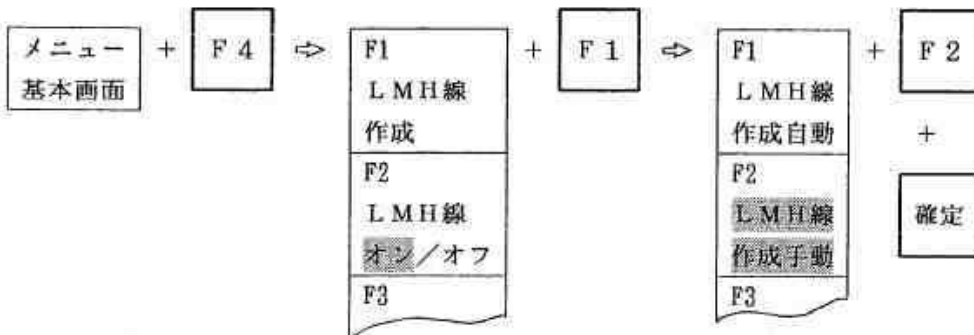

図 9.3.5 LMH線手動作成の手順
- ① 先ず探触子を走査して、最もエコーが高くなった位置でも、そのエコーが飽和しないように、ゲインを調整します。
- ② メニューエリアにメニュー基本画面が表示されている状態で、選択キー [F 4] を1回押します。図 9.3.5のような選択メニューが表示されます。